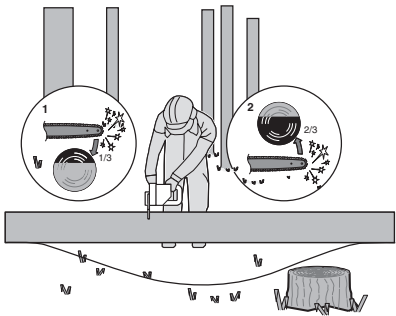

Bild 5
När stocken stöttas i båda ändarna, så som visas på bild 5, såga 1/3 diameter från ovasidan (kapning från ovasidan) (1). Gör sen den avslutande kapningen genom kapning från undersidan, från de undre 2/3 (2), för att möta den första sågningen.